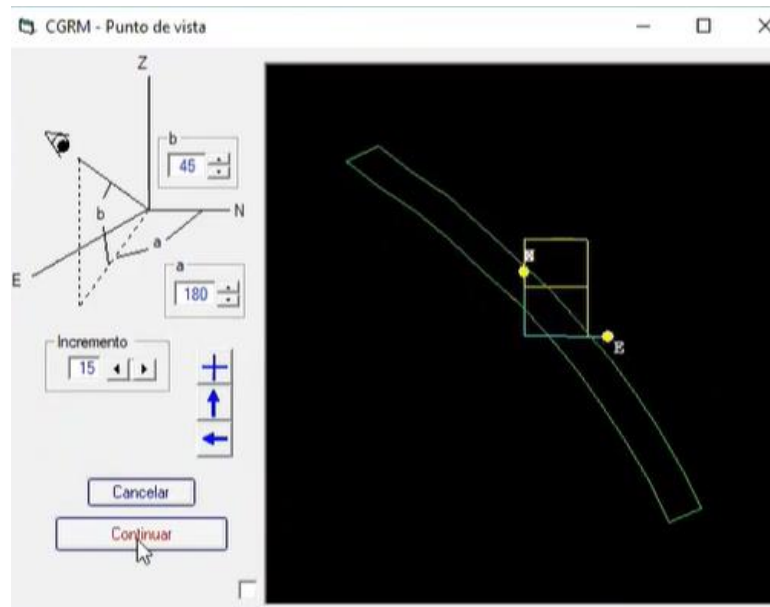

Figura 480. Visualización en 3D.
50. En la ventana emergente, desplazar los ejes hasta tener una vista en isométrico y presionar “Continuar”. Figura 480.